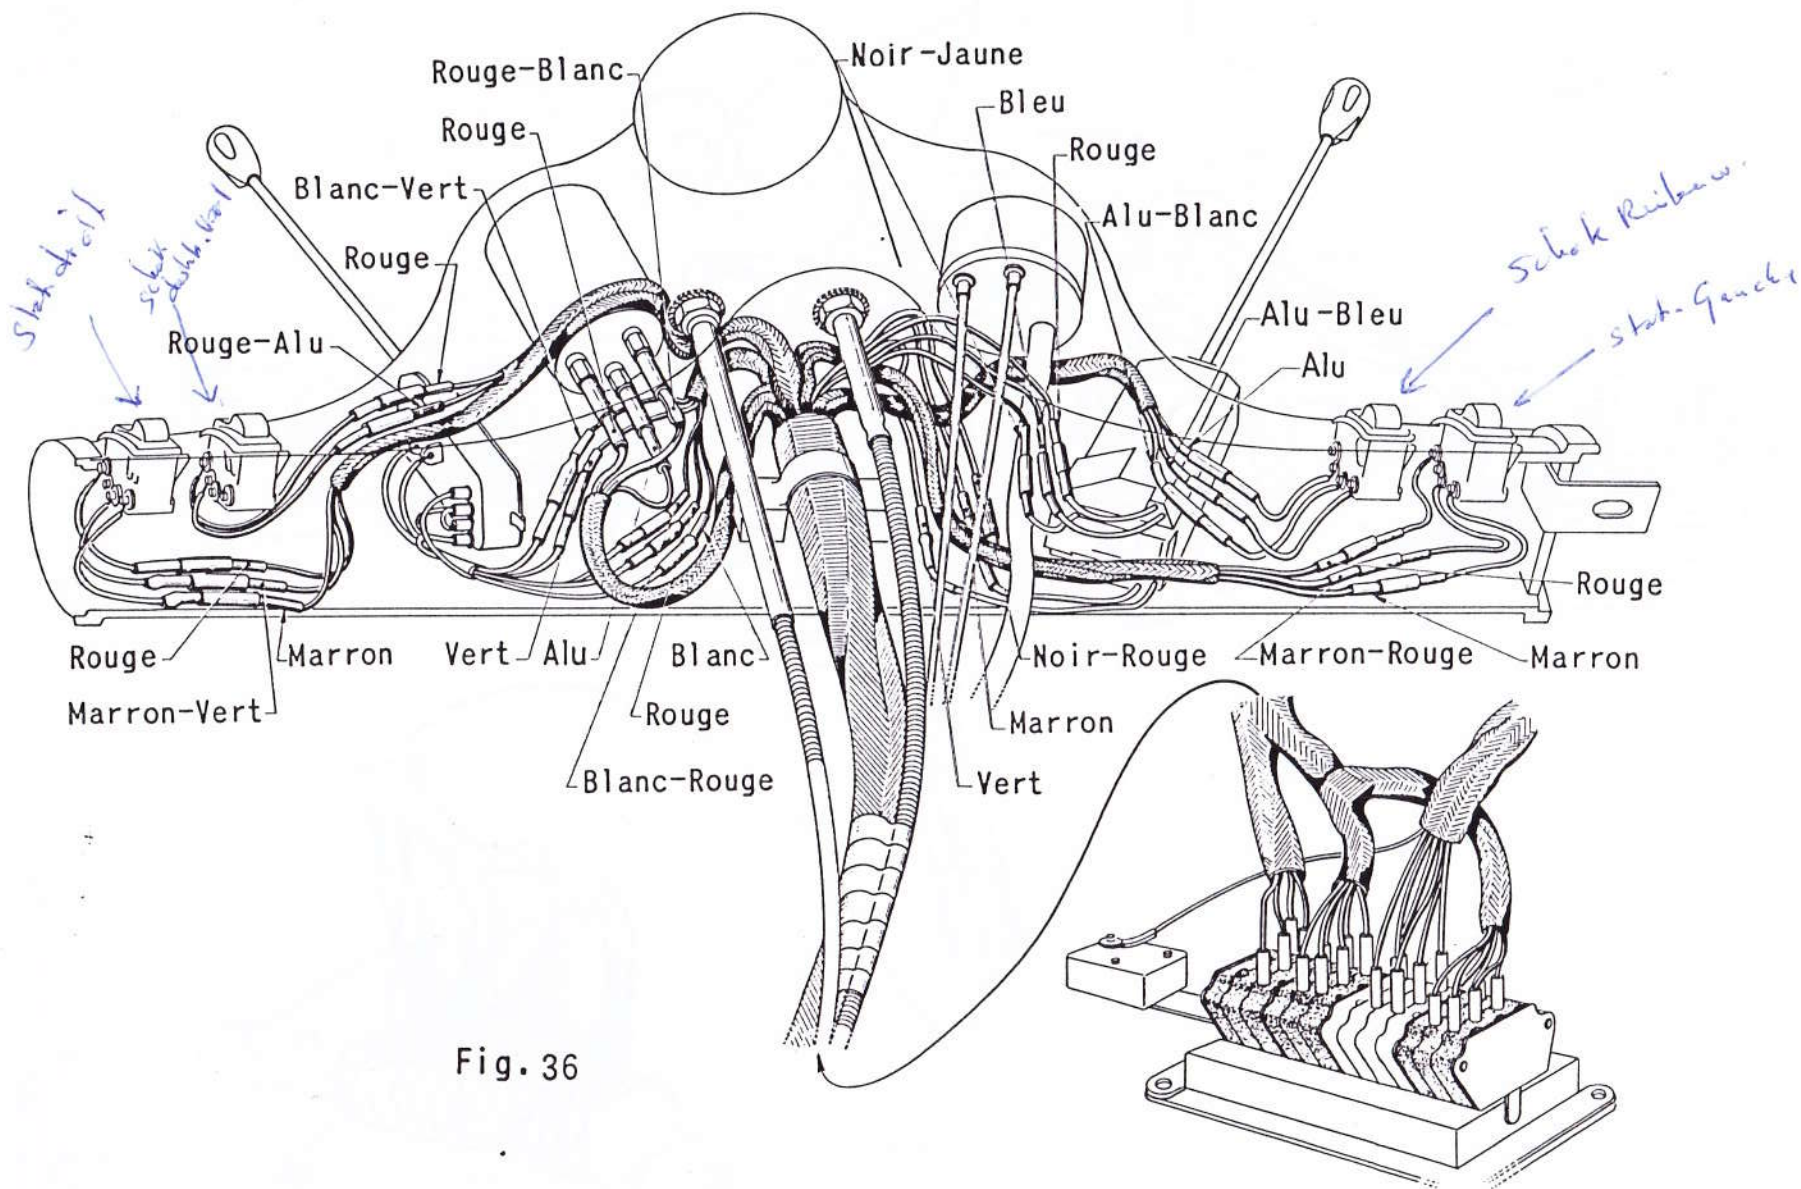

Fig. 36
(Fig. 36) (modèles jusqu'à Août 1964)
- 5) Connecter les différentes fiches suivant les couleurs correspondantes (pour le faisceau métropole) (Fig. 36).
(Fig. 36) (modèles à partir de Septembre 1964)